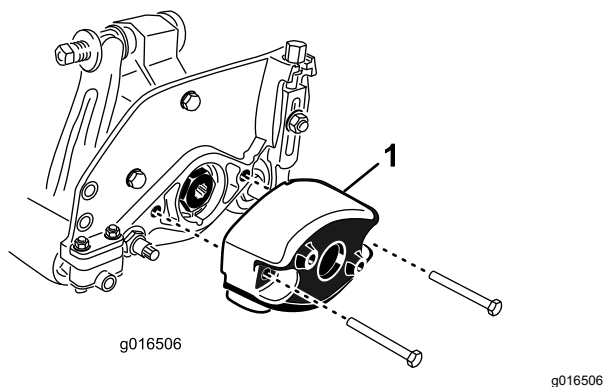

Figura 8
1. Îndepărtați cele 2 uruburi care fixează contragreutatea pe partea stângă a unităii de tăiere. Îndepărtați contragreutatea (Figura 8).
5. La capătul dreapta al unității de tăiere, aplicai un strat uor de ulei pe inelul de etanare i monta contragreutatea cu uruburile îndepărtate anterior (Figura 8). Strângeți șuruburile la un cuplu de 16 - 20 Nm.